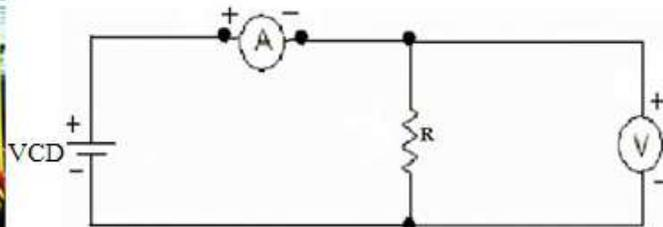

Figura 4.4 Medición de resistencia por potencial inducido
- e) Arme el circuito de la figura 4.4 considerando las resistencias empleadas en el inciso a una a la vez.
- f) Alimente el circuito de la figura 4.4 con el voltaje indicado para cada resistencia y realice mediciones de intensidad de corriente. Concentre sus resultados en la tabla 4.2.